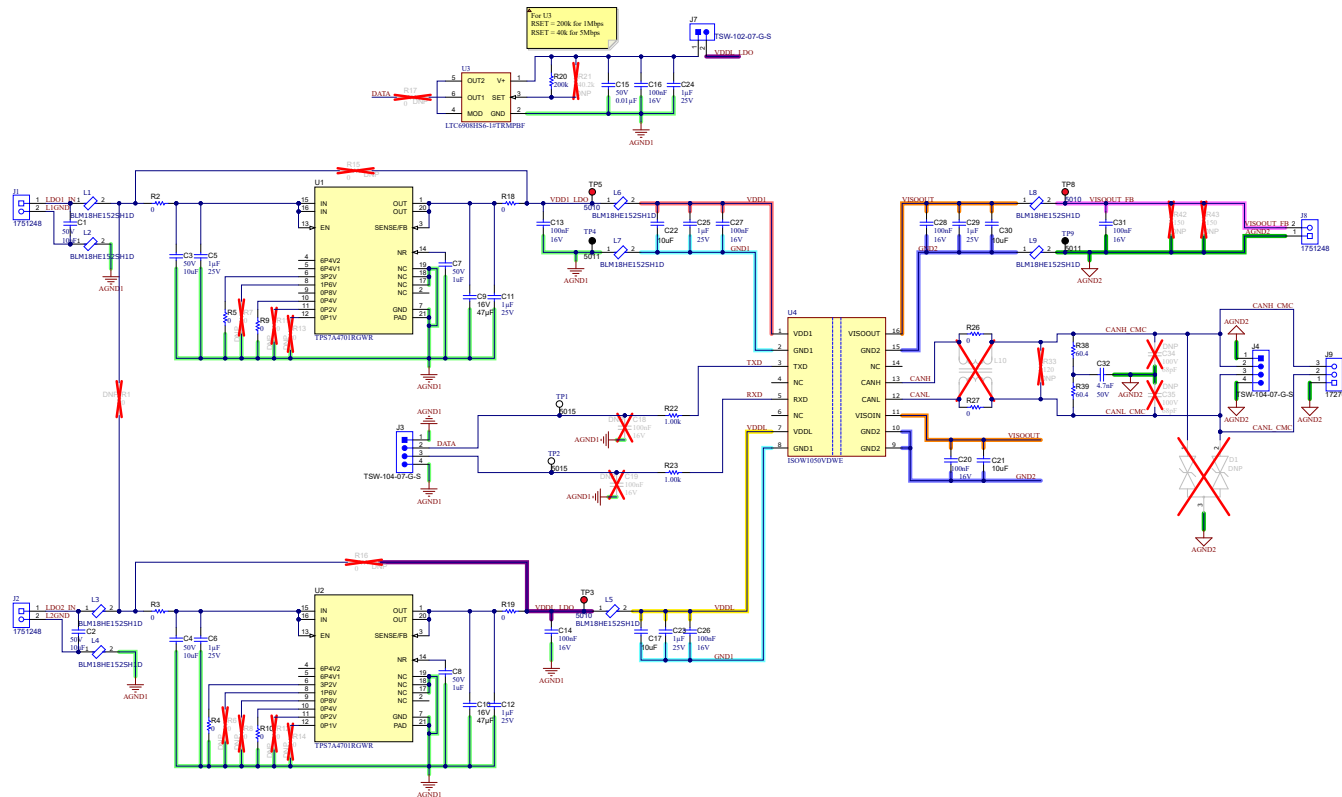

图 3-1. ISOW1050DWEEVM 原理图
ISOW1050DWEEVM 旨在评估采用 16 引脚 WB SOIC 封装 (DWE-16) 的任何 ISOW1050(V) 器件。若要评估采用 16 引脚 WB SOIC 封装 (DWE-16) 的第二个型号 ISOW1050，请将 ISOW1050DWEEVM 板上已安装的 ISOW1050V 替换为 ISOW1050。不需要对 ISOW1050 器件的其他元件进行任何修改，因为对于非 V 器件，引脚 7 为 NC。图 3-1 显示了 ISOW1050DWEEVM 原理图连接。